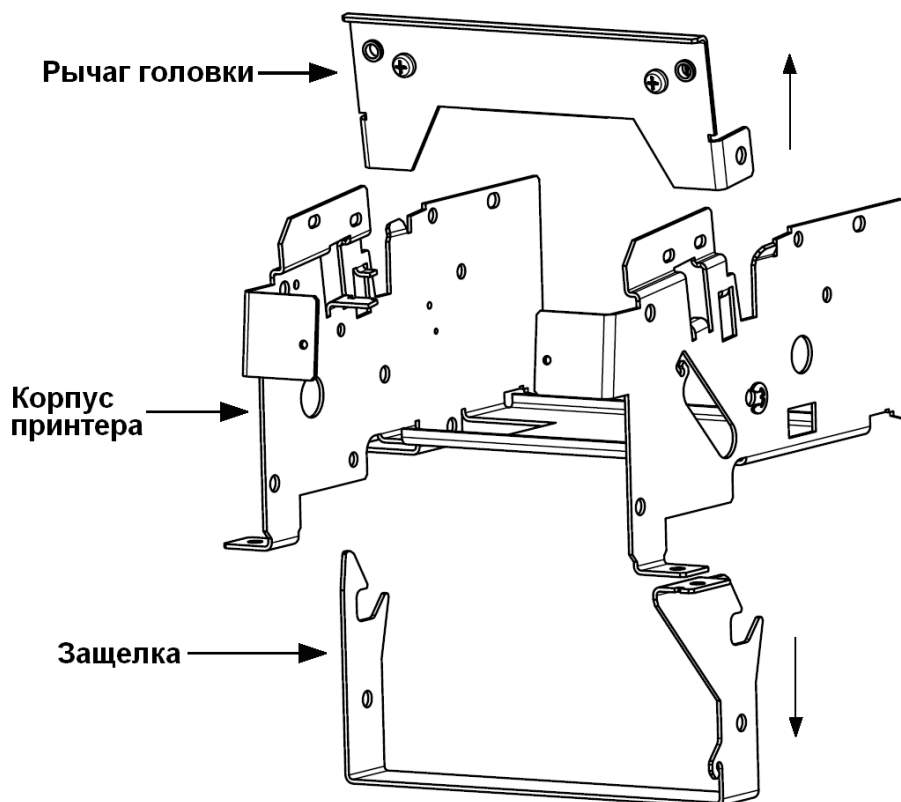

Рис.18 Снятие термоголовки и защелки
5. Снимите термоголовку и защелку (см. Рис. 18).